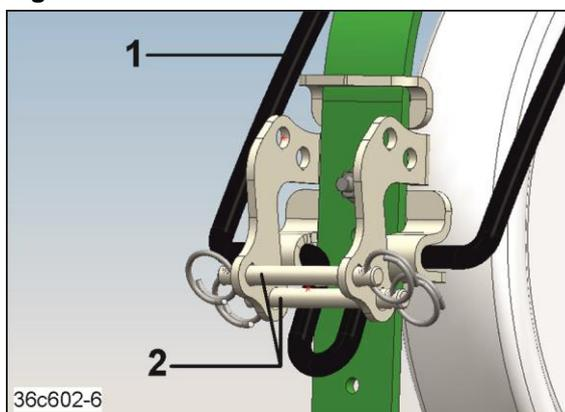

Fig. 285
2. Die Bolzen (Fig. 285/2) entfernen.
3. Den Striegelzinken (Fig. 285/1) in Parkposition verschwenken.
4. Die Bolzen (Fig. 285/2) abstecken und mit Federringen sichern.